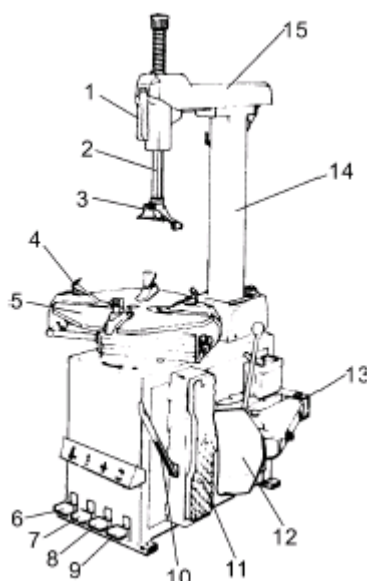
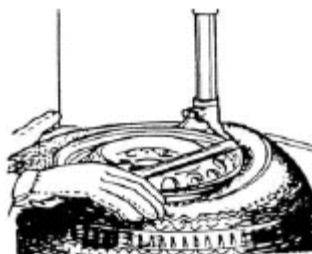
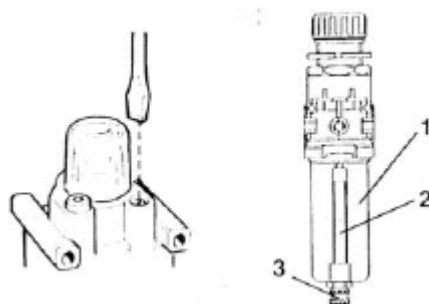

Рис. 2
Рис.7
Рис. 10
Перед использованием станка рекомендуется ознакомиться и изучить основные составные части станка (см. Рис.2).
- 1) Нажать педаль вниз (1, Рис.2), поворотный стол повернется в направлении по часовой стрелке. Поднять педаль вверх и поворотный стол должен вращаться против часовой стрелки.
- 2) Вручную открыть бортировочную лапу (8, Рис.2) и опустить бортировочную педаль (7, Рис.2). Бортировочная лапа закроется. При отпускании бортировочной педали, она должна вернуться в исходное положение.
- 3) Нажать на педаль (3, Рис.2) 1 раз, чтобы 4 зажимные лапки открылись. Если нажать педаль еще раз, лапки закроются.
- 4) Нажать педаль откидывания стойки (5, Рис.2), и вертикальная стойка наклонится назад, возвращая педаль в ее исходное положение, а затем, снова в рабочее.
- 7) Проверить, чтобы после каждых двух или трех движений ножных педалей (3 или 5, Рис.2) капля смазки капала в стеклянную чашу для смазки. Подача смазки может быть отрегулирована при помощи болта регулирования смазки (см. Рис.10).
- 3) Нажать педаль откидывания стойки (5, Рис.2), стойка вернется в исходное положение.
- 4) Установить колесо на поворотный стол и зафиксировать на зажимных лапках. (3, Рис.2).
- 8) Приведя рычаг (Рис. 7) в положение, поверните поворотный стол в направлении по часовой стрелке, нажав до упора поворотную педаль (1, Рис. 2), пока шина полностью не отойдет от диска.
- 4) Нажмите педаль наклона стойки (5, Рис.2), и вертикальная рука станет в рабочее положение.
- 5) Как минимум, раз в месяц проверяйте уровень масла в резервуаре смазки. При необходимости, можно вынуть чашу со смазкой, заполнить резервуар смазкой SAE 30 и снова установить чашу со смазкой. Проверьте, чтобы после каждых двух или трех движений ножных педалей капля смазки капала в стеклянную чашу для смазки. Подача смазки может быть отрегулирована при помощи болта регулирования смазки (см. Рис.10).
- 8) Чтобы обеспечить правильную работу ограничителя давления закачивания воздуха, проверьте уровень воды в подводе воды к подаче воздуха (Рис.10). Уровень никогда не должен превышать красной отметки сосуда смотрового стекла. При необходимости, осушите воду, повернув стопорное кольцо (3, Рис.10) по часовой стрелке.
- 9) Через каждые 30-40 дней отсоединяйте станок от системы подачи сжатого воздуха, разбирая сосуд (1, Рис.10) и удаляя накопившиеся внутри него вещества.